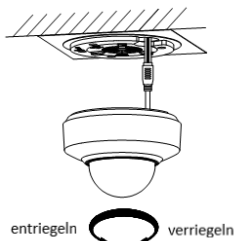

Abbildung 2-8 Befestigen der Kamera
5. Drehen Sie die Kamera gegen den Uhrzeigersinn wie in Abbildung 2-8 dargestellt, um das obere Gehäuseteil zu entfernen.